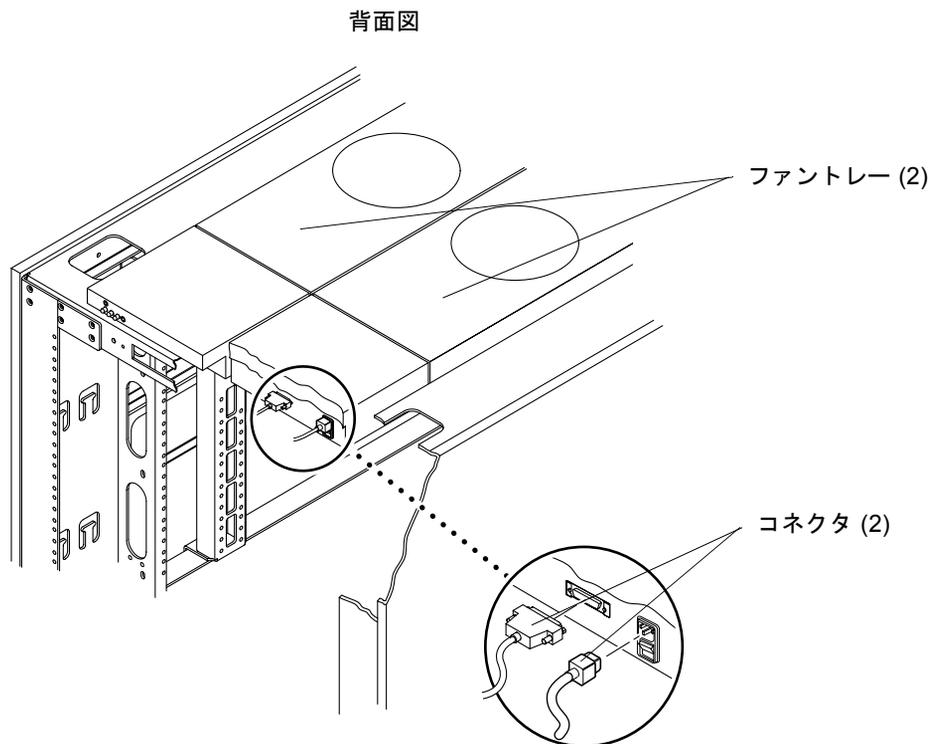

図 6-5 キャビネットのファントレーの電源スイッチおよびコネクタ
1. 電源スイッチがオフになっていることを確認します (図 6-5)。
3. ファントレイの背面から、2つのコネクタを取り外します (図 6-5)。